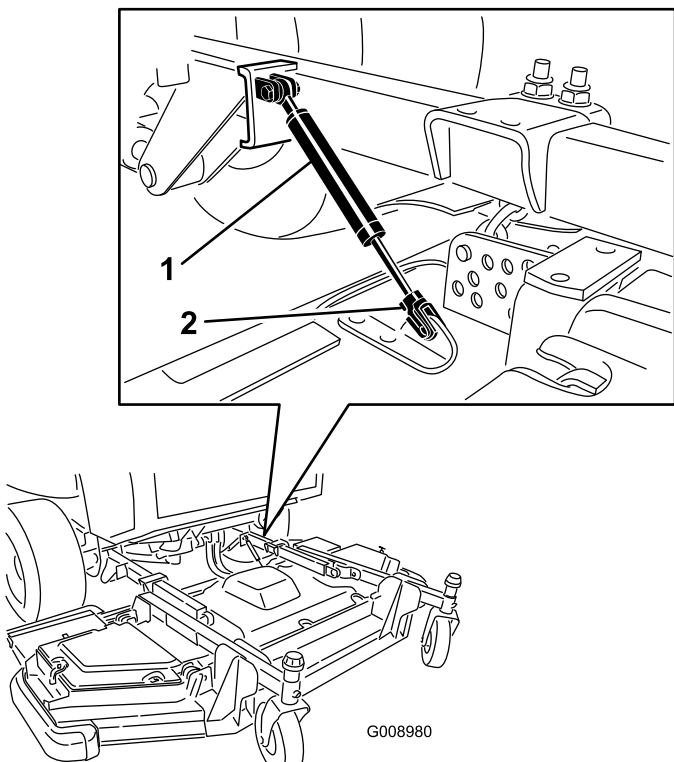

Figura 102
3. Retire el clip de retención, y desconecte el amortiguador de la unidad de corte (Figura 102).